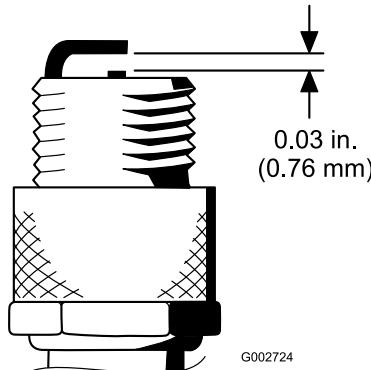

Рисунок 38
- Установите зазор между центральным и боковым электродами на 0,76 мм, как показано на Рисунок 38.